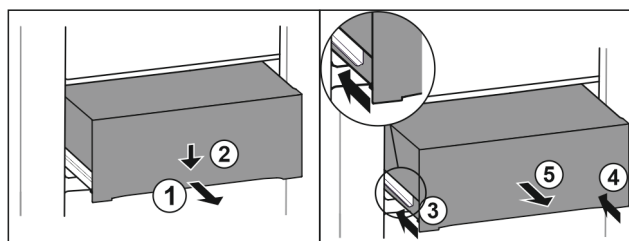

Fig. 94
- ▶ Zásuvku napůl vytáhněte. Fig. 94 [1]
- ▶ Stlačte zásuvku na přední straně dolů. Fig. 94 [2]
- ▶ Zasuňte levou kolejničku přibližně do 2 cm. Fig. 94 [3]
- ▶ Zasuňte pravou kolejničku přibližně do 2 cm. Fig. 94 [4]
- ▶ Vyjměte zásuvku dopředu. Fig. 94 [5]